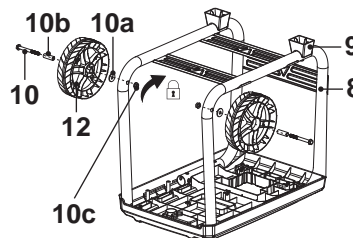

Fig. 3
1. Afloje y quite la arandela (10a) y la tuerca premontada (10c) del perno (eje de la rueda) (10). No extraiga el casquillo interior (10b).
2. Alinee los orificios de la rueda (12) y el bastidor (8). Inserte el perno (eje de la rueda) (10)/casquillo (10b) a través de los orificios y, a continuación, apriete la tuerca (10c) con la mano. (Fig. 3).
3. Bloquee el tornillo (eje de la rueda) (10) con una llave y apriete la tuerca (10c) en el sentido de las agujas del reloj con otra llave.
5. Coloque el producto otra vez sobre sus ruedas (12) y pies (9).